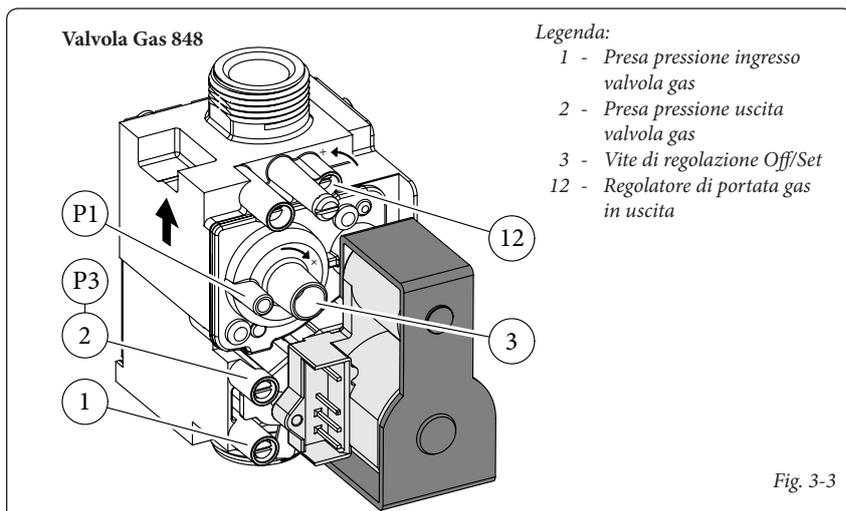

Fig. 3-3
Entrare in fase spazzacamino senza effettuare prelievi di acqua sanitaria e portare i selettore riscaldamento al minimo (ruotarlo senso antiorario fino a visualizzare "0" sul display). Per avere un valore esatto della CO₂ nei fumi è necessario che il tecnico inserisca fino in fondo la sonda di prelievo nel pozzetto, quindi verificare che il valore di CO₂ sia quello indicato nella tabella seguente, in caso contrario regolare sulla vite (3 Fig. 3-3) (regolatore di Off-Set). Per aumentare il valore di CO₂ è necessario ruotare la vite di regolazione (3) in senso orario e viceversa se si vuole diminuire.
sulla vite (12 Fig. 3-3) (regolatore portata gas). Per aumentare il valore di CO₂ è necessario ruotare la vite di regolazione (12) in senso antiorario e viceversa se si vuole diminuire.